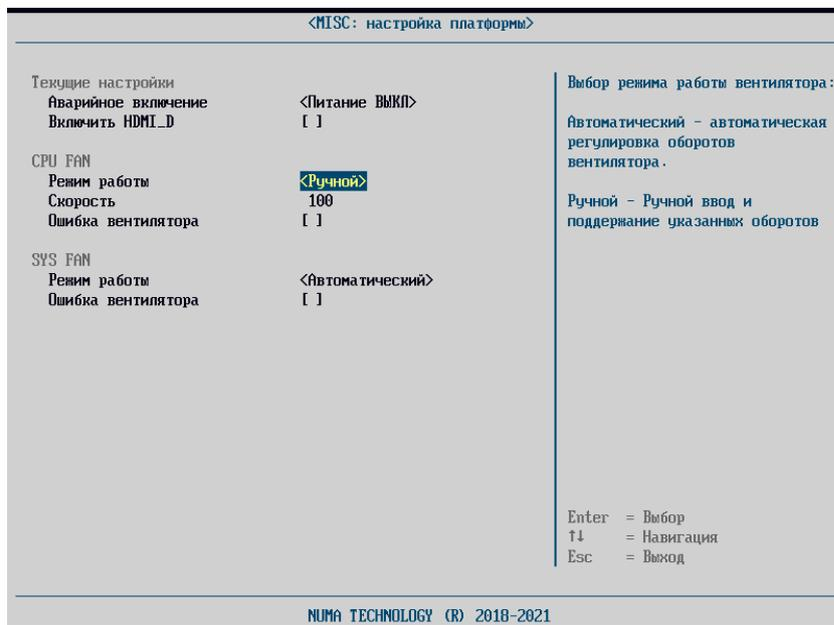

Рисунок 43 – Настройка режима «Ручной»
- Ручной – Изделие поддерживает обороты, указанные в данном поле (см. рисунок 43).